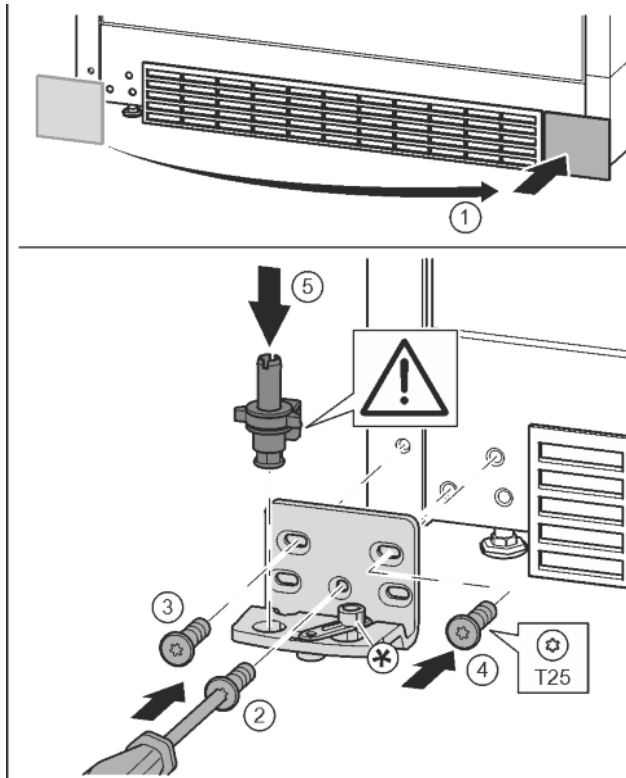

Fig. 14
- ▶ Abdeckung abnehmen und auf der anderen Seite anbringen. Fig. 14 (1)
- ▶ Lagerbock auf der anderen Seite ansetzen und mit Hilfe eines Schraubendrehers T25 anschrauben. Mit Schraube 2 unten in der Mitte beginnen. Fig. 14 (2)
- ▶ Schraube 3 und 4 festschrauben. Fig. 14 (3, 4)
- ▶ Lagerbolzen komplett einsetzen. Dabei darauf achten, dass der Rastnocken nach hinten zeigt. Fig. 14 (5)